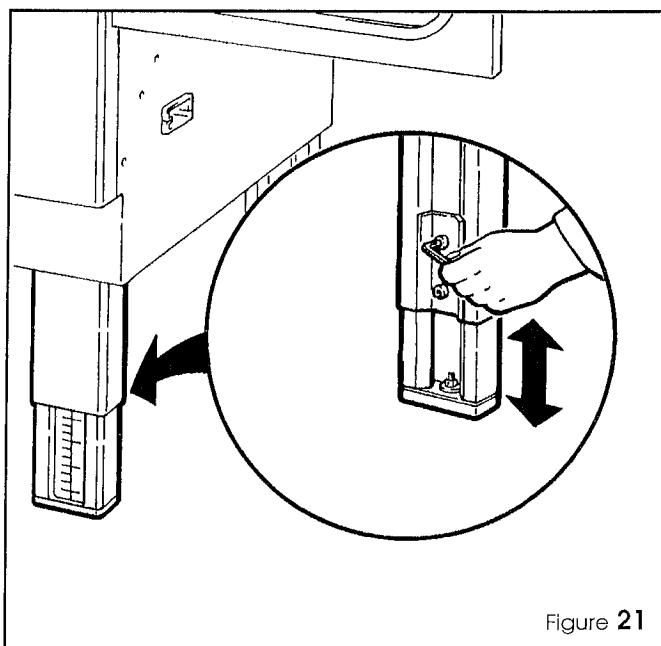

Figure 21
- 2 - Desserrer les vis , comme indiqué sur la Figure 21 et régler les pieds à la hauteur désirée, en se référant à l'échelle graduée.
- 2- De schroeven in de poten losdraaien, zoals getoond wordt in Figure 21, en de poten op de gewenste hoogte instellen; gebruik ter vergelijking de op de poten aangebrachte schaalverdeling